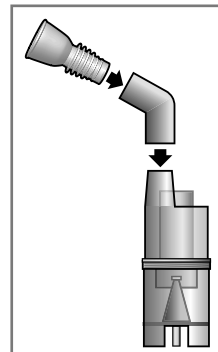

Рис. 2
5. Присоедините мундштук для ингаляции к разьему в верхней части небулайзера (рис. 2). В зависимости от типа ингаляции, используйте либо мундштук, либо насадку для носа, либо маску. Небулайзер держите вертикально или присоедините к корпусу прибора с помощью углового держателя. При использовании маски для ингаляций муфту использовать не нужно – маска присоединяется непосредственно к верхней части небулайзера.